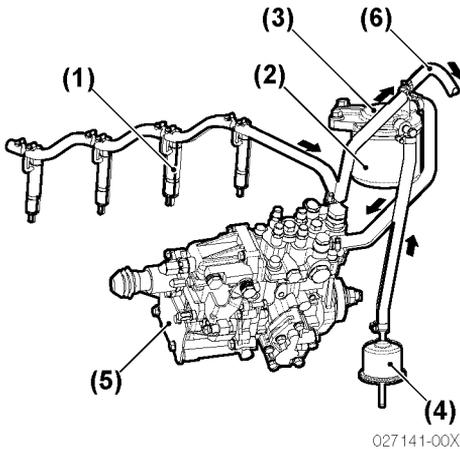

Abbildung 5
Abbildung 5 zeigt 4JH5E, 3JH5E ist ähnlich.
3. Zum Entlüften des Kraftstofffilters die Schlauchschelle lösen am Rückleitungs-Kraftstoffschlauch (Abbildung 5, (6)) an der T-Verbindung. Den Schlauch entfernen.